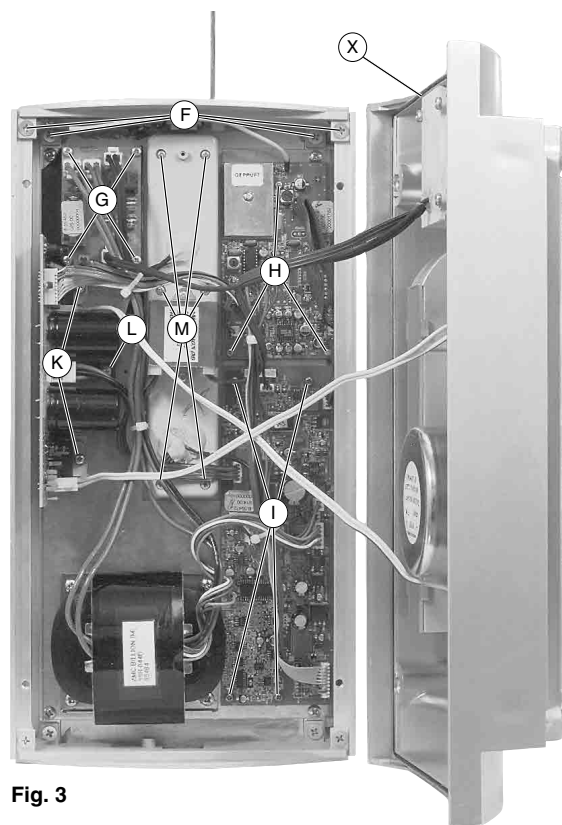
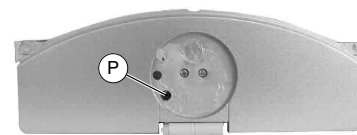

Fig. 3
Fig. 6
- Die Dichtung (X) (Fig. 3) des Gehäusevorderteils eventuell erneuern. Die neue Dichtung nach Maß ablängen und gegebenenfalls punktuell mit Sekundenkleber in der Nut fixieren (auf die Enden etwas Dichtmasse geben).
- Replace the seal (X) (Fig. 3) of the front cabinet part if necessary. Cut the new seal to the required length and spot-fix it if necessary inside the groove using a rapid-hardening glue (apply some sealant to the ends).
- Schraube (P) (Fig. 6) und 4 Schrauben (F) (Fig. 3) herausdrehen.
- 4 Schrauben (G) (Fig. 3) herausdrehen und Netzanschluss-Platte abnehmen.
- 3 Schrauben (H) (Fig. 3) herausdrehen und Audio-Empfänger-Modul abnehmen.
- 4 Schrauben (I) (Fig. 3) herausdrehen und Audio-Platte abnehmen.
- 2 Schrauben (K) sowie Schraube (L) (Fig. 3) herausdrehen und NF-Verstärker-Platte abnehmen.
- 6 Schrauben (M) (Fig. 3) herausdrehen und Abdeckung abnehmen.
- Remove the screw (P) (Fig. 6) and the 4 screws (F) (Fig. 3).
- Undo 4 screws (G) (Fig. 3) and remove the mains connection board.
- Undo 3 screws (H) (Fig. 3) and remove the audio RF module.
- Undo 4 screws (I) (Fig. 3) and remove the audio board.
- Undo 2 screws (K) and screw (L) (Fig. 3) and remove the power amplifier board.
- Undo 6 screws (M) (Fig. 3) and remove the cover.